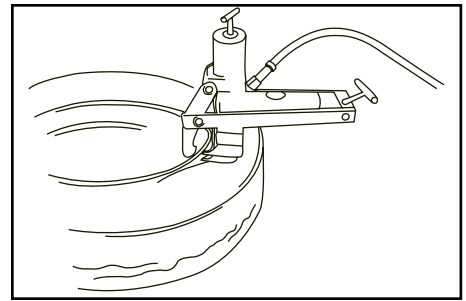

Abbildung 5
3. Den Wulstabdrücker so halten, daß er nahezu senkrecht (90°) zur Felge ist. (Siehe Abb. 5.) Bei Bedarf die Stellung des Wulstabdrückers korrigieren.